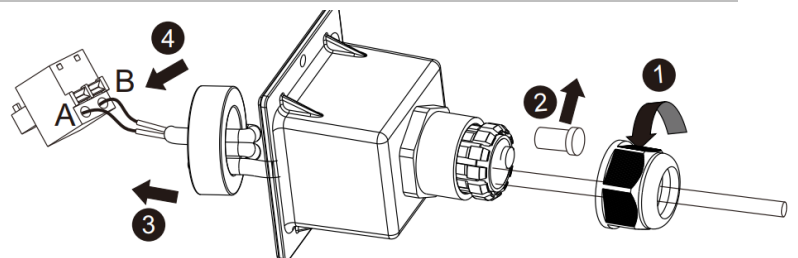

Abb. 27. Leitung durch Terminal führen
3. Die Überwurfmutter (Pos. 1) der Kabelverschraubung an dem Terminal lösen (Siehe Abb. 27).